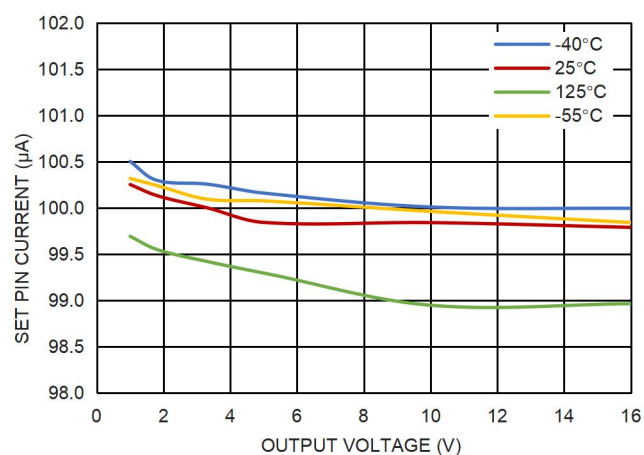

图 9. SET pin 电流和输出电压的关系
VIOC 引脚用于控制前级开关电源（例如降压、升压、降压-升压等），无论 LDO 的输出电压如何, 都能保持 GM1205-1 两端的恒定电压, 以实现效率最大化的同时又保持 PSRR 的性能。VIOC 引脚是快速单位增益放大器的输出, 用于测量 IN 和 OUT 之间的差值或 1.5V, 以较高者为准。如图 9 所示, VIOC 特性简单易用。只需将 VIOC 引脚连接到前级开关电源的反馈 (FB) 引脚, 就可调节 GM12051-1 的输入输出差分到开关电源的反馈电压。并联多个 GM12051-1 时, 将其中一个 GM12051-1 的 VIOC 引脚连接到上游开关转换器的反馈引脚, 悬浮剩余 VIOC 引脚即可。